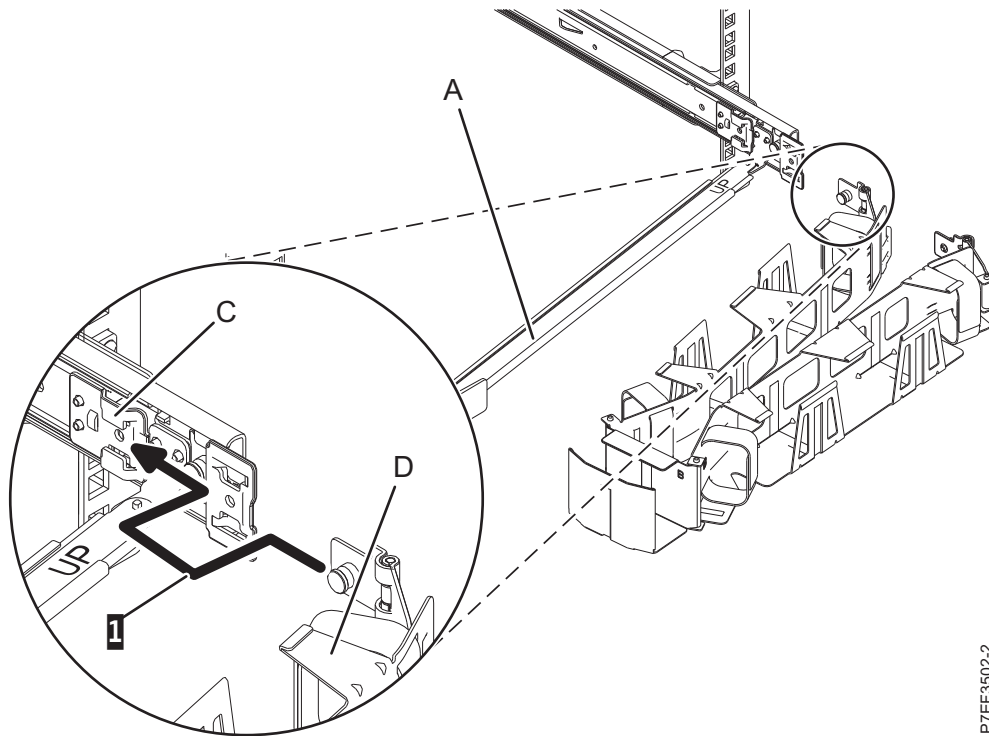
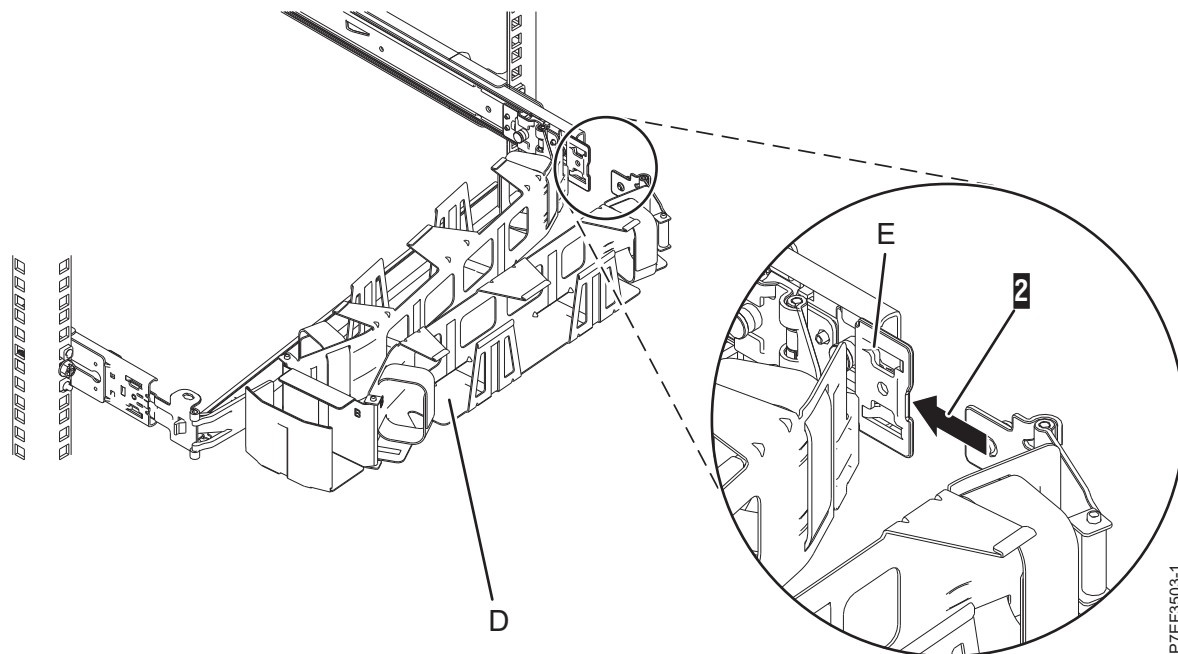

Abbildung 15. Lasche des Kabelträgers in den Steckplatz des Befestigungswinkels schieben
Abbildung 16. Andere Lasche des Kabelträgers in die Erweiterungshalterung schieben
7. Platzieren Sie den Kabelträger (**D**) am Stützarm (**A**). Schieben Sie die erste Lasche des Kabelträgers in die Aussparung an der Halterung (**C**). Drücken Sie auf die Lasche, bis die gefederte Verriegelung einrastet. Schieben Sie die andere Lasche des Kabelträgers in die Erweiterungshalterung (**E**) an der Außenseite der rechten Schiene (**2**). Drücken Sie auf die Lasche, bis die gefederte Verriegelung einrastet. Einzelheiten finden Sie unter Abb. 15 auf Seite 11 und Abb. 16 auf Seite 11.